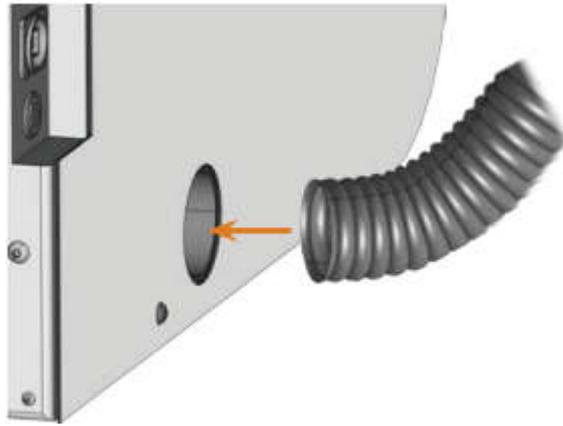

图 11 将软管插入机器
- ✓ 将软管插入到机器的吸尘口中，并确保连接牢固（如图 11 所